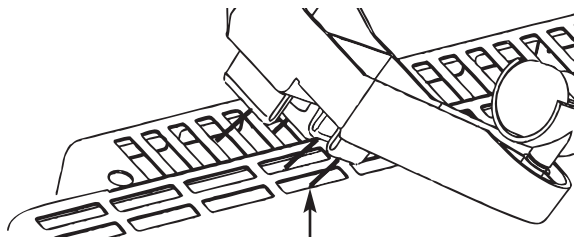

Figura 1
1. Si el calefactor se va a utilizar como unidad **portátil**, deben colocársele las patas de soporte. Retire las dos patas de la caja de accesorios. Coloque el calefactor en el piso e inserte las dos patas en los agujeros rectangulares de los lados izquierdo y derecho, cerca de los extremos del fondo del calefactor; asegúrese de colocar los 4 clips de cada pata en los agujeros (vea la Figura 1). Presione firmemente para que encajen bien en su posición (un destornillador plano pequeño puede ser necesario caber los clips). Después de acomodar ambos lados coloque el calefactor en posición vertical sobre las ruedas, y póngalo en **FUNCIONAMIENTO**.